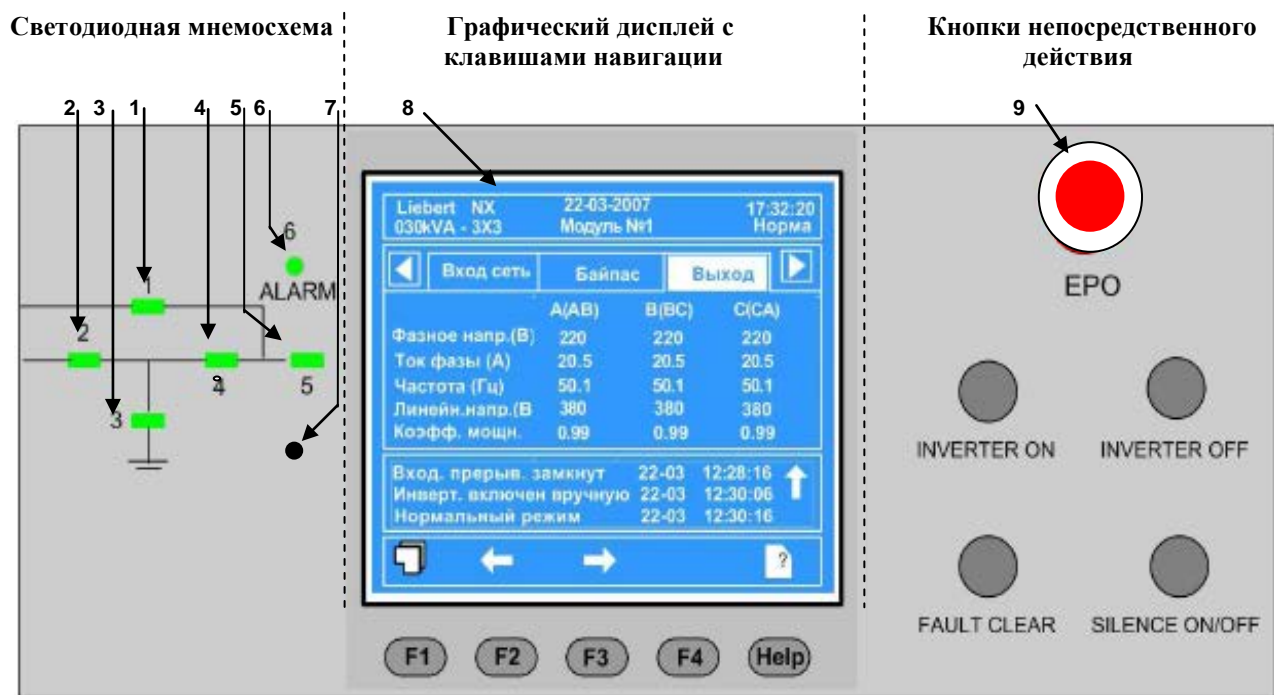

Рис. 1. Внешний вид панели управления УБП
- нажать и удерживать не менее 2 секунд кнопку «INVERTER OFF» на панели управления оператора шкафа УБП (см. рис.1).